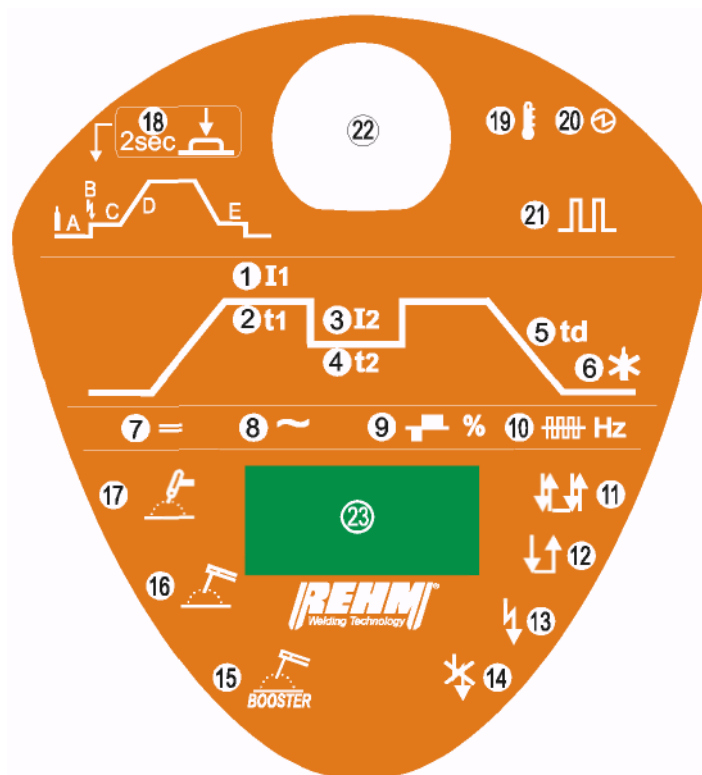
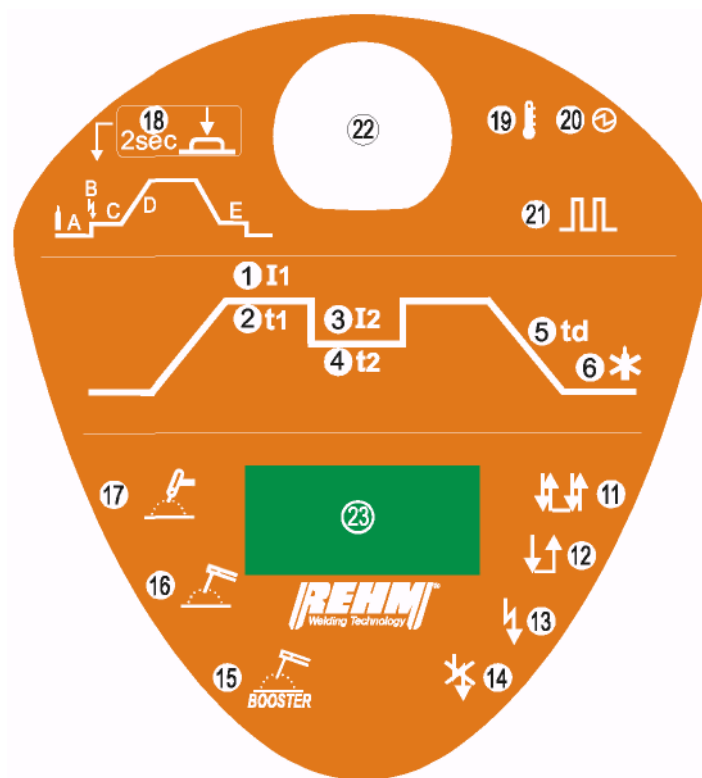

Рис. 3.1: Панель управления сварочных аппаратов TIGER 170 AC/DC и Tiger 210 AC/DC.
Рис. 3.2: Панель управления сварочных аппаратов TIGER 170 DC и Tiger 210 DC.
Управление сварочным аппаратом для аргонодуговой сварки осуществляется с помощью панели управления, как показано на Рис. 3.1 (для Tiger 170/210 DC) или Рис. 3.2 (для Tiger 170 / 210 AC/DC).
Панель управления разделена на несколько зон. В средней части расположена зона установки параметров сварочного цикла (1)-(6). Ниже расположена зона параметров сварки на переменном токе (7)-(10). Справа можно отметить зону функций аргонодуговой сварки TIG (11)-(14). По центру панели управления располагается цифровой дисплей (23). Слева от цифрового дисплея расположена зона выбора режимов сварки (15)-(17). Слева от регулятора имеется индикатор «специального режима» (18). Последовательность выбора индикаторов (и параметров) соответствует указанным порядковым номерам (см. Рис. 3.1 и Рис. 3.2).
Функции панели управления описываются последовательно согласно Рис. 3.1. и Рис. 3.2.